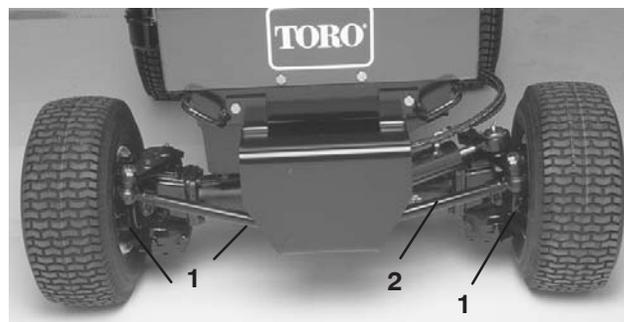

Figure 63
2. Nettoyez la surface autour des (3) bouchons de vidange, (1) à chaque extrémité et (1) au centre (Fig. 63).
2. Déposez les écrous qui fixent l'une des rotules de biellette au support de montage sur le pont et dissociez la rotule du pont (Fig. 63).